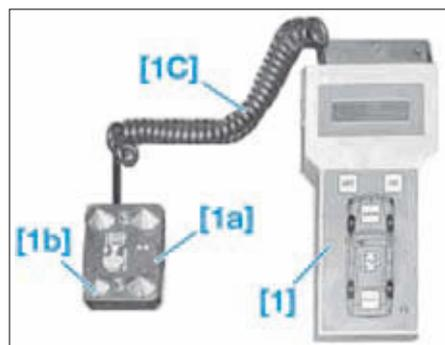
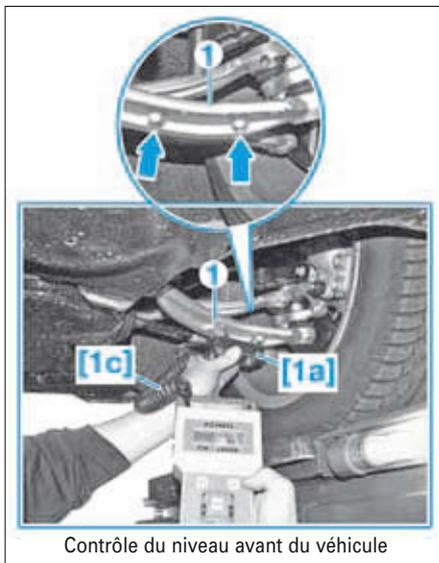
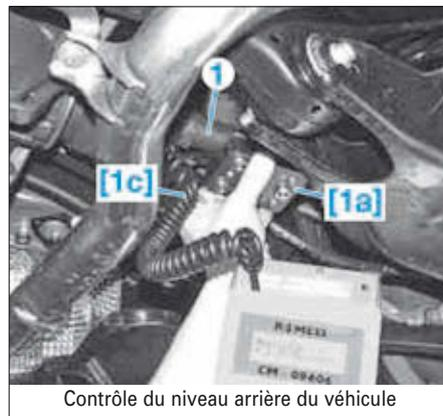

FIG. 1
FIG. 2
FIG. 3
[1]. Inclinomètre (Fig.1).
- Placer le capteur de mesure [1a] avec les pointes [1b] sur les bossages du bras transversal (1) et lire le niveau du véhicule sur l'outil [1] (Fig.1) et (Fig.2).
- Placer le capteur de mesure [1a] avec les pointes [1b] sur le demi-arbre d'essieu arrière (1) et lire le niveau du véhicule sur l'outil [1] (Fig.1) et (Fig.3).